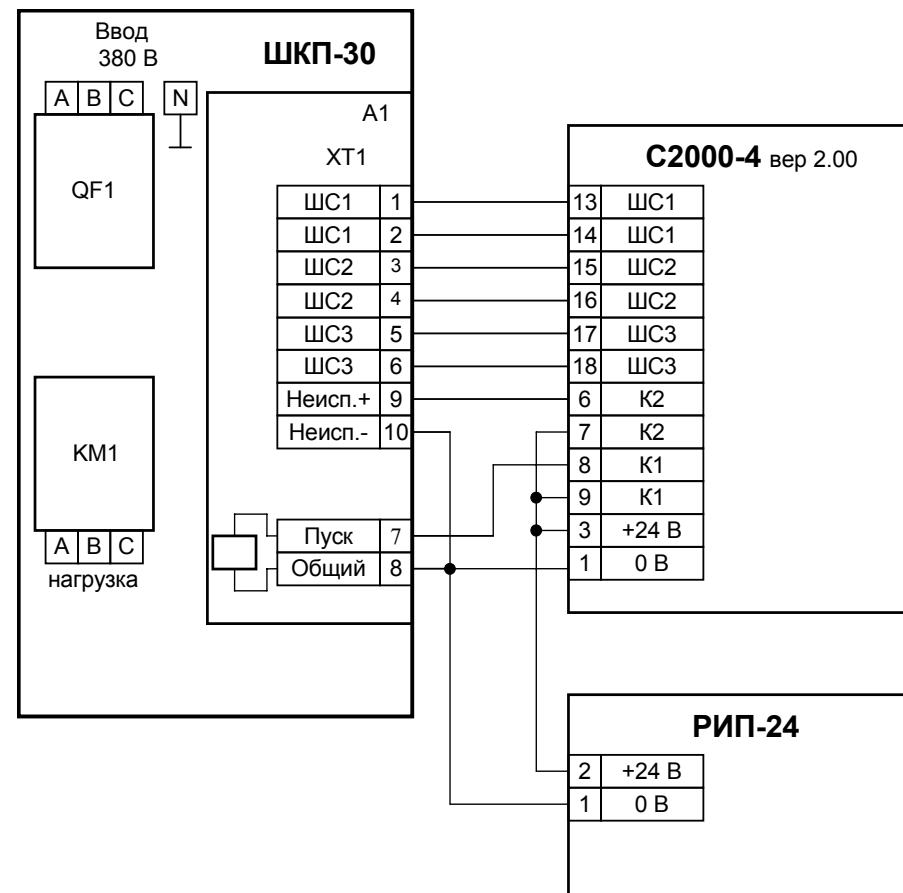

Рисунок 2 Пример подключения шкафа «ШКП-30» к прибору «С2000-4»
- 3) Подключить к шкафу провода питающего сетевого напряжения, цепей нагрузки и контроля состояния согласно схеме электрической рис. 2.